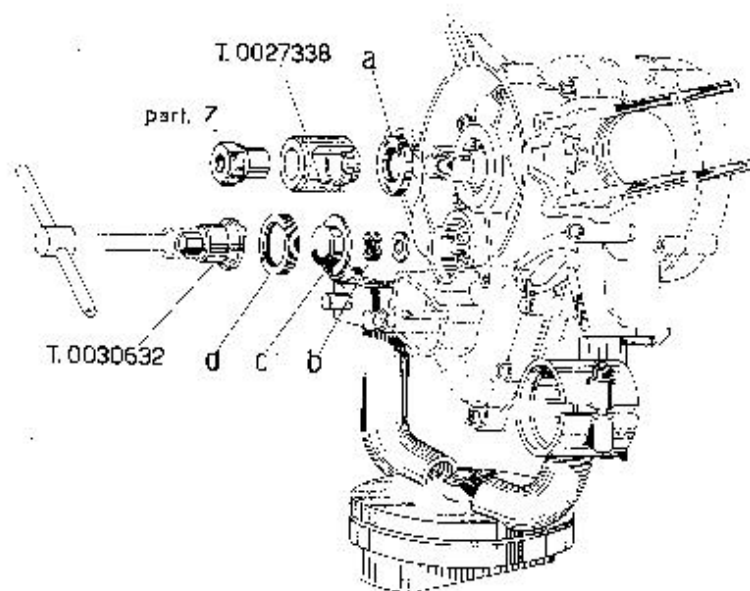

Fig. 73
Fig. 73) - Anello di tenuta esterno di banco: riempire la camera del cuscinetto a rulli con $5 \div 7 \text{ cm}^3$ di grasso ESSO BEACON 3 (oppure Shell Aivania 3; Fiat Jota 3).
- **Dado dell'asse del multiplo, coperchietto e ghiera:** per facilitare il bloccaggio del dado « b », inserire l'estremità di un cacciavite nell'apposito intaglio esistente sulla testa dell'asse (all'estremità opposta a quella visibile in fig. 73). Riempire di grasso ESSO BEACON 3 l'interno del coperchietto parapolvere « c » e dopo averlo applicato nel suo alloggiamento bloccarlo con la ghiera « d » agendo con l'apposita chiave.